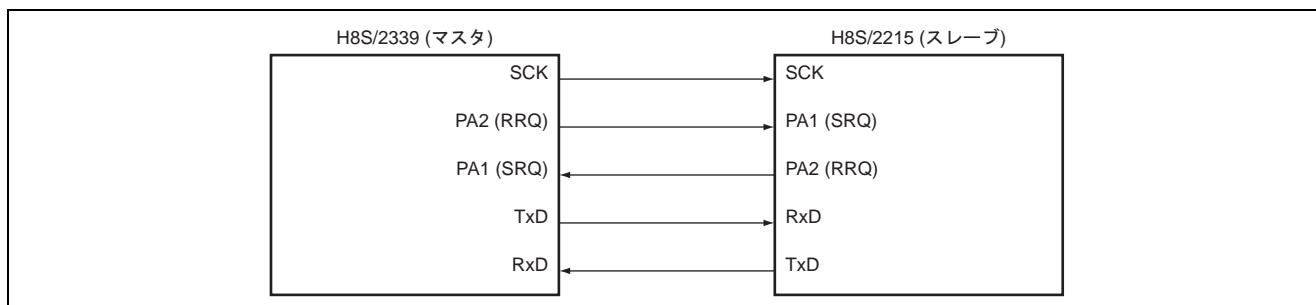

図 1 H8S/2339 によるクロック同期式 SCI ブロック図
- (1) 図 1 に示すように、H8S/2339 – H8S/2215 間で 1 バイトのデータの送受信を行ないます。
- (2) データの送受信はクロック同期式フォーマットで行ないます。クロックはマスタ側の H8S/2339 が、スレーブ側へ供給します。
- (3) H8S/2339 はデータの送信と同時にスレーブ側からのデータを受信します。